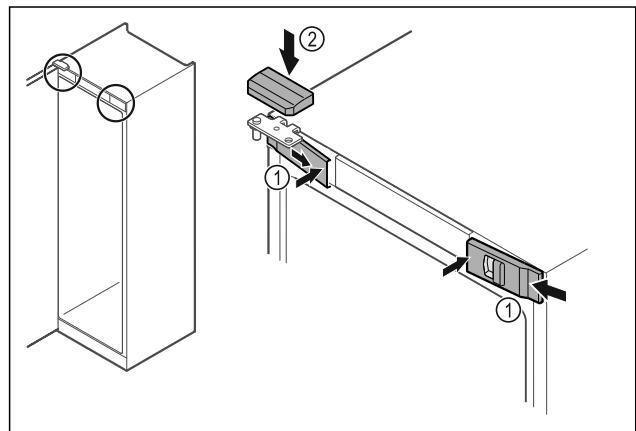

Fig. 33
► Vordere Abdeckungen Fig. 33 (1) seitlich einhaken und innen aufrasten.
► Obere Abdeckung Fig. 33 (2) von oben aufrasten.